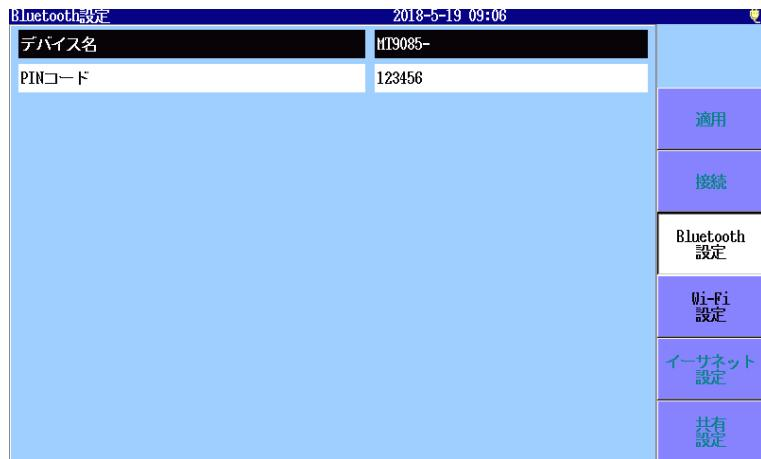

図 12.2.2-1 Bluetooth 設定画面
5. 図 12.2.2-1 のデバイス名が表示されているアイコンをクリックして、[次へ] をクリックします。
9. 図 12.2.2-1 の PIN コードを入力して、[許可] をクリックします。